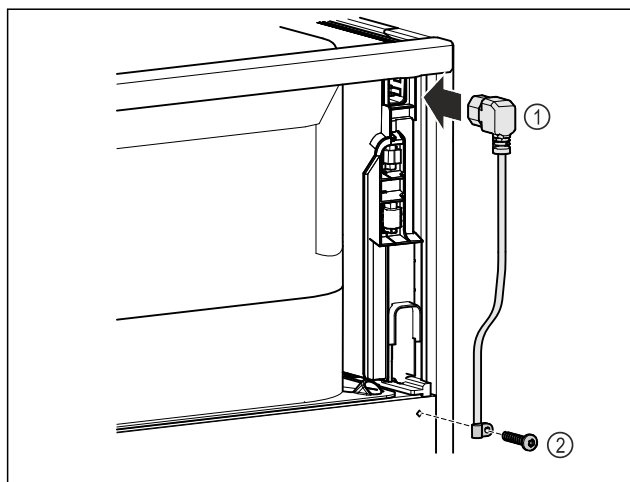

Fig. 72
- ▶ Insertar el conector para aparatos de frío del cable de alimentación Fig. 72 (1) en la parte posterior del dispositivo.
- ▶ Montar la protección contra tirones Fig. 72 (2).